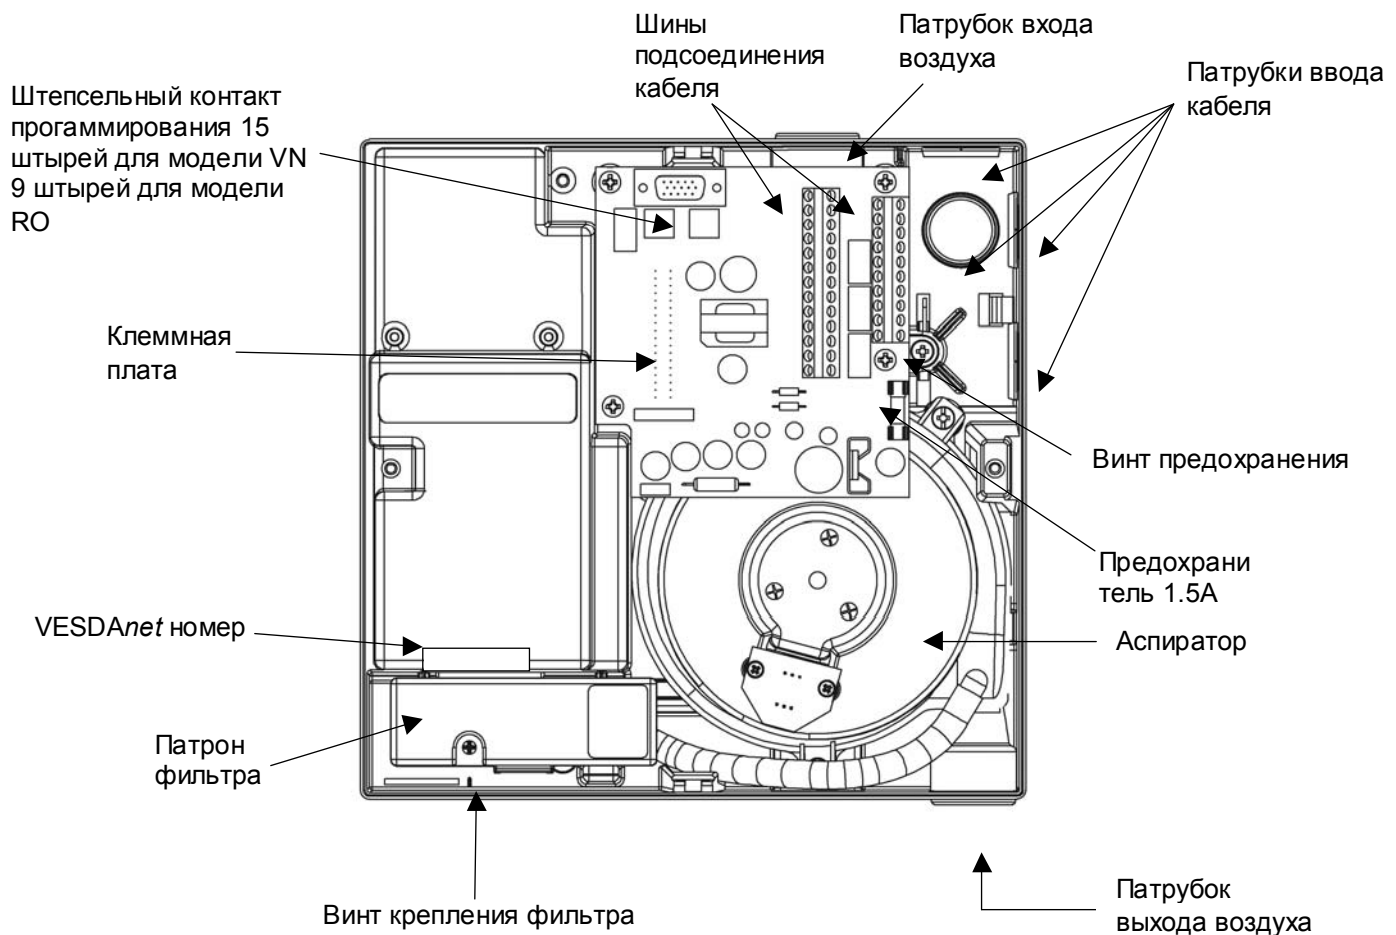

Рис. 7 Расположение предохранительного винта и других элементов внутри корпуса
- в) Сдвиньте извещатель вниз до защелкивания на выступах и закрепите его предохранительным винтом. Местоположение винта см. на Рис. 7.